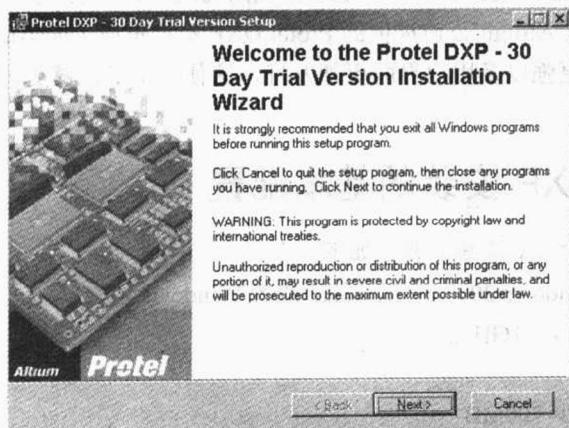

图 1-3 安装向导第一步对话框
(3) 解压缩所有文件后，将自动进入 Protel DXP 的安装向导第一步，如图 1-3 所示。